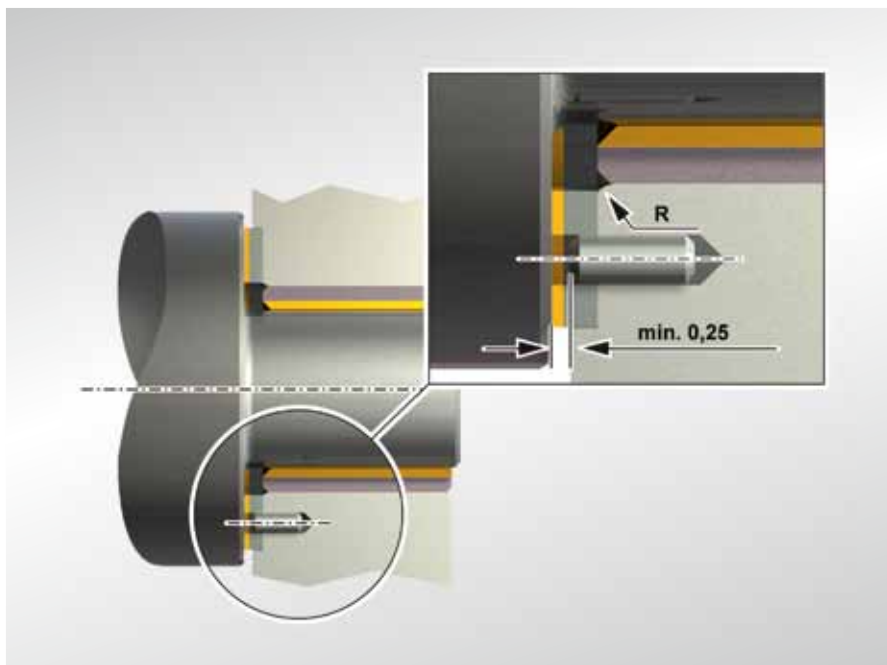

Abb. 40: Befestigen einer Anlaufscheibe PAW in einer Ausnehmung des Gehäuses
- konzentrischer Sitz wird durch Ausnehmung im Gehäuse gesichert (Abb. 40)
- unerwünschtes Mitdrehen wird mittels Passstift oder Senkschraube verhindert (Abb. 40 und 41)
- Schraubenkopf oder Passstift muss gegenüber der Laufläche um min. 0,25 mm zurückgesetzt sein (Abb. 40 und 41)